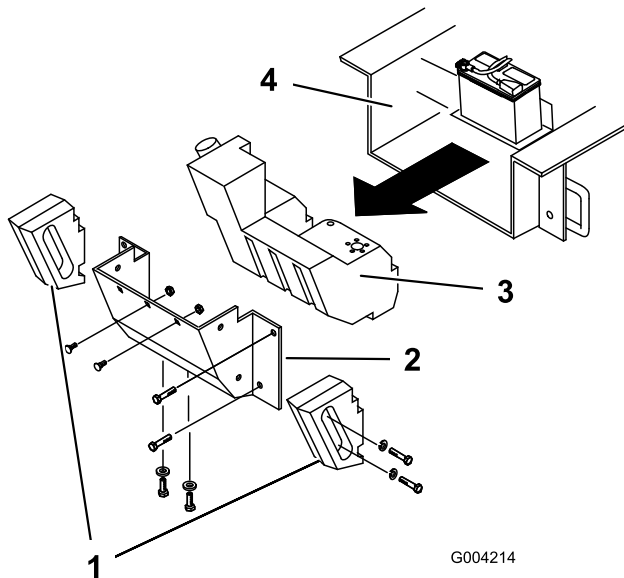

Figure 65
Pour cette raison, ouvrez régulièrement le capot et inspectez la zone au-dessous du moteur à l'aide d'une torche. Si la couche de crasse fait entre 2,5 et 5 cm d'épaisseur, suivez la procédure ci-après (voir la Figure 65 à cet effet) :
5. Enlevez les boulons, les rondelles et les rondelles-freins de fixation des 2 masses latérales, puis déposez les masses (Figure 65).
8. Retirez les 6 écrous et boulons de fixation du panneau arrière et déposez le panneau (Figure 65).
10. Poussez le réservoir de carburant en arrière (Figure 65).
17. Glissez le réservoir partiellement dans le châssis (Figure 65).
23. Reposez le panneau arrière et fixez-le en place à l'aide des 6 boulons et écrous retirés précédemment (Figure 65).
25. Montez les masses latérales à l'aide des boulons, rondelles et rondelles-freins enlevés précédemment (Figure 65).